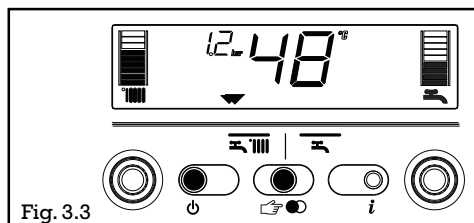

Fig. 3.3
**HIVER**  (fig. 3.3): chauffage de l'installation et production d'eau chaude sanitaire grâce au ballon intégré.